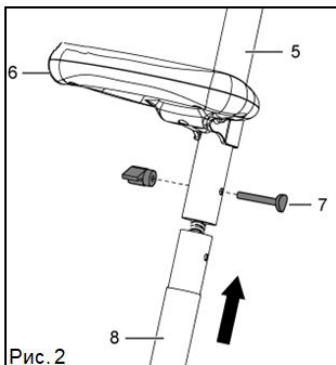

Рис. 2
1. Соедините верхнюю и нижнюю штангу между собой, используя винт 7 и барашковую гайку (рис. 2).